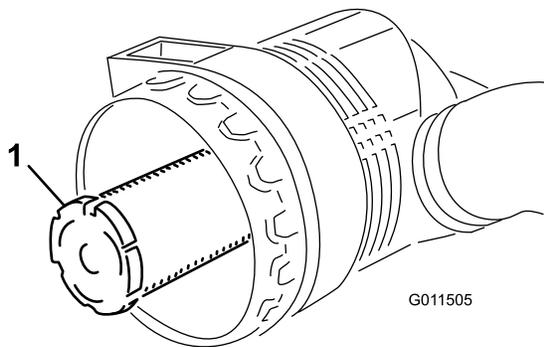

Figure 87
**Important:** N'essayez jamais de nettoyer l'élément de sécurité (Figure 87). Remplacez-le une fois sur trois, quand vous effectuez l'entretien du préfiltre.